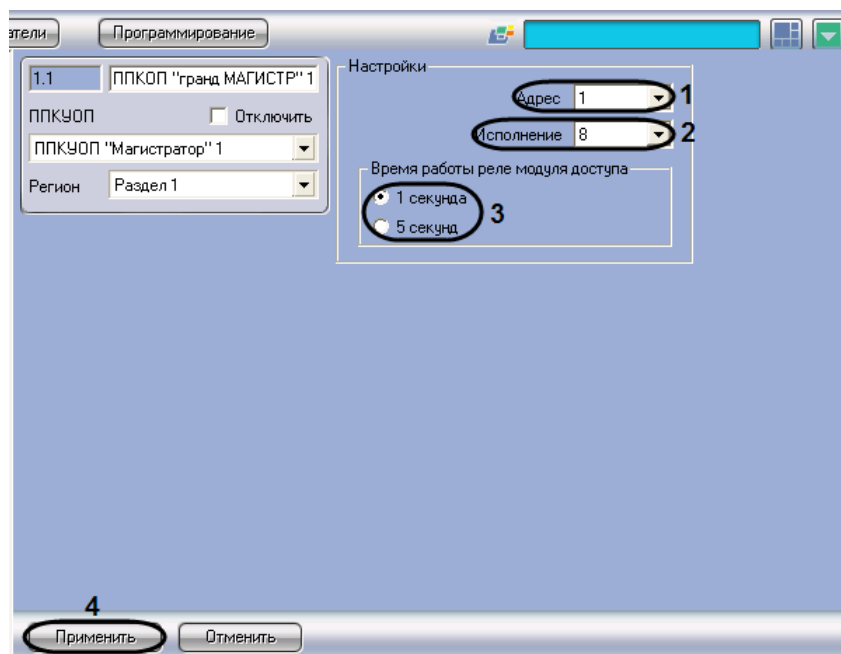

Рис. 3.3-2 Настройка прибора Гранд МАГИСТР
1. Перейти на панель настройки объекта **ППКОП “Гранд МАГИСТР”** (Рис. 3.3-2).
2. В поле **Адрес** ввести сетевой адрес прибора *Гранд МАГИСТР* в системе *Магистратор* (см. Рис. 3.3-2, **1**)
3. Из раскрывающегося списка **Исполнение** выбрать исполнение прибора *Гранд МАГИСТР* по количеству контролируемых шлейфов сигнализации (см. Рис. 3.3-2, **2**)
4. В группе **Время работы реле модуля доступа** установить переключатель в положение, соответствующее требуемой длительности коммутации реле электрозамков, управляемых портами доступа охранных шлейфов сигнализации (см. Рис. 3.3-2, **3**).
5. Для сохранения внесенных изменений в базе данных ПК *Интеллект* нажать кнопку **Применить** (см. Рис. 3.3-2, **4**)